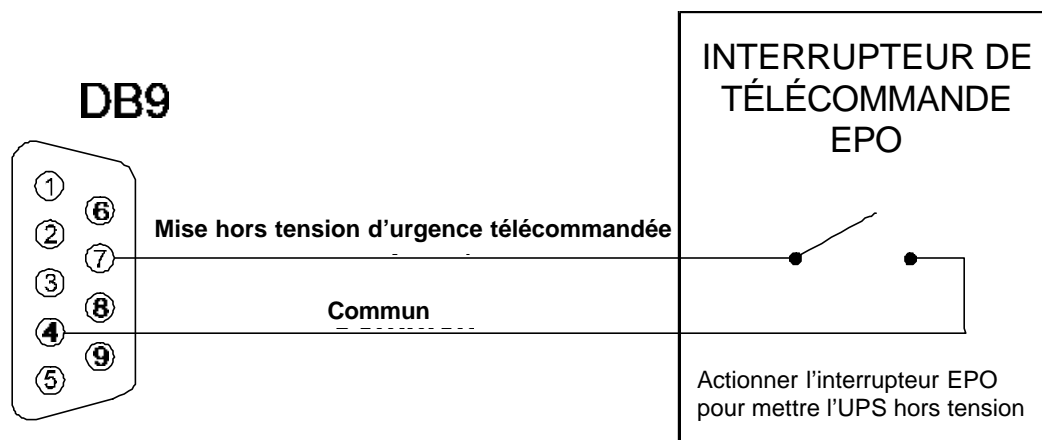

Figure 13
- L'interrupteur d'arrêt d'urgence de la salle d'ordinateurs doit avoir un jeu de contacts **indépendants** pouvant court-circuiter la broche 7 à la broche 4 du port de communication de l'UPS. Utiliser un câble blindé à une paire torsadée pour connecter l'interrupteur d'arrêt d'urgence au port de communication de l'UPS. Voir figure 13.